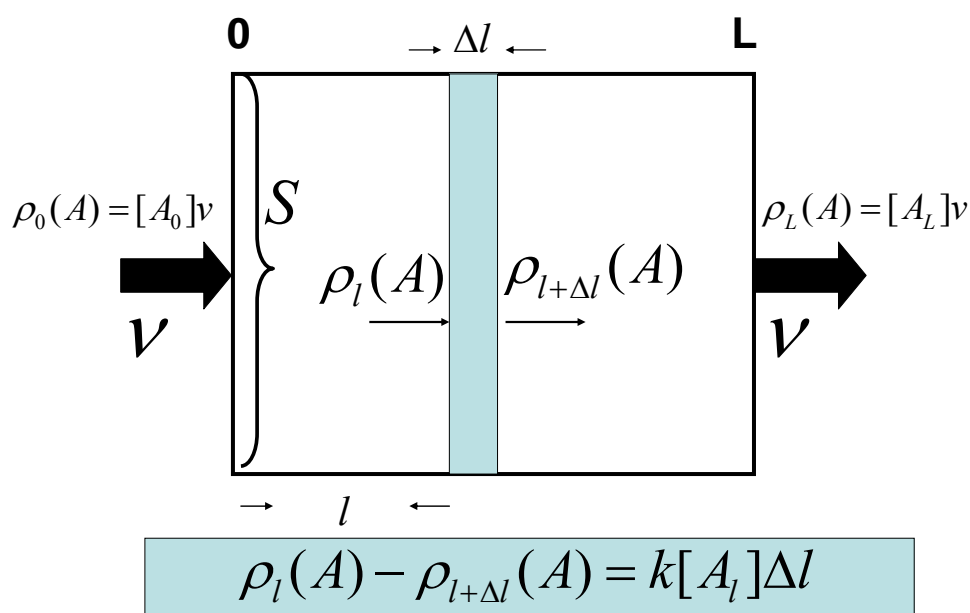

Рис. 4. Стационарное состояние в проточном реакторе. Реактор идеального вытеснения, в котором протекает необратимая реакция первого порядка.
Скорость потока постоянна, концентрация A может непрерывно меняться по длине реактора. Предполагаем, что, не происходит перемешивание вещества внутри реактора, но внутри каждого тонкого слоя подобное перемешивание происходит. В *реакторе идеального вытеснения* перемешивание и диффузия внутри объема отсутствуют. В этом реакторе стационарная концентрация A непрерывно меняется вдоль оси l (см. уравнение (23) и рис. 4).